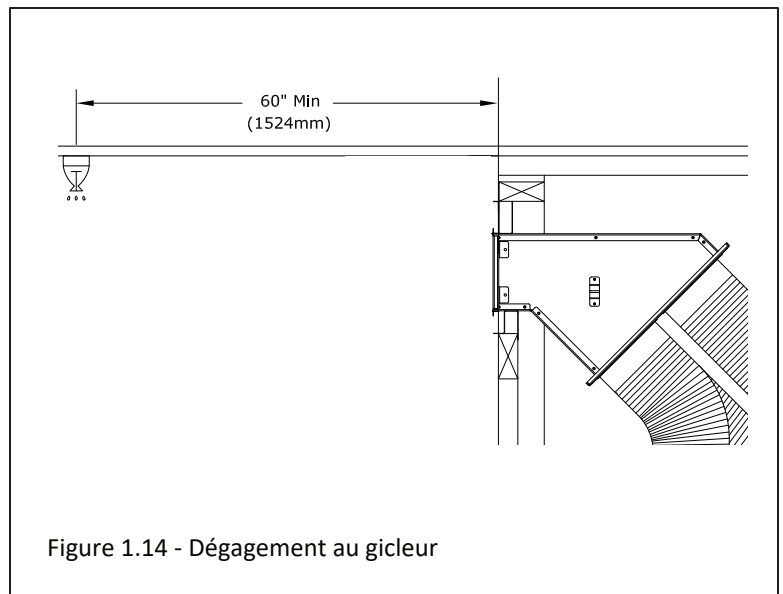

Figure 1.14 - Dégagement au gicleur
- La Figure 1.14 montre un kit KZK latéral, mais votre installation peut être légèrement différente.